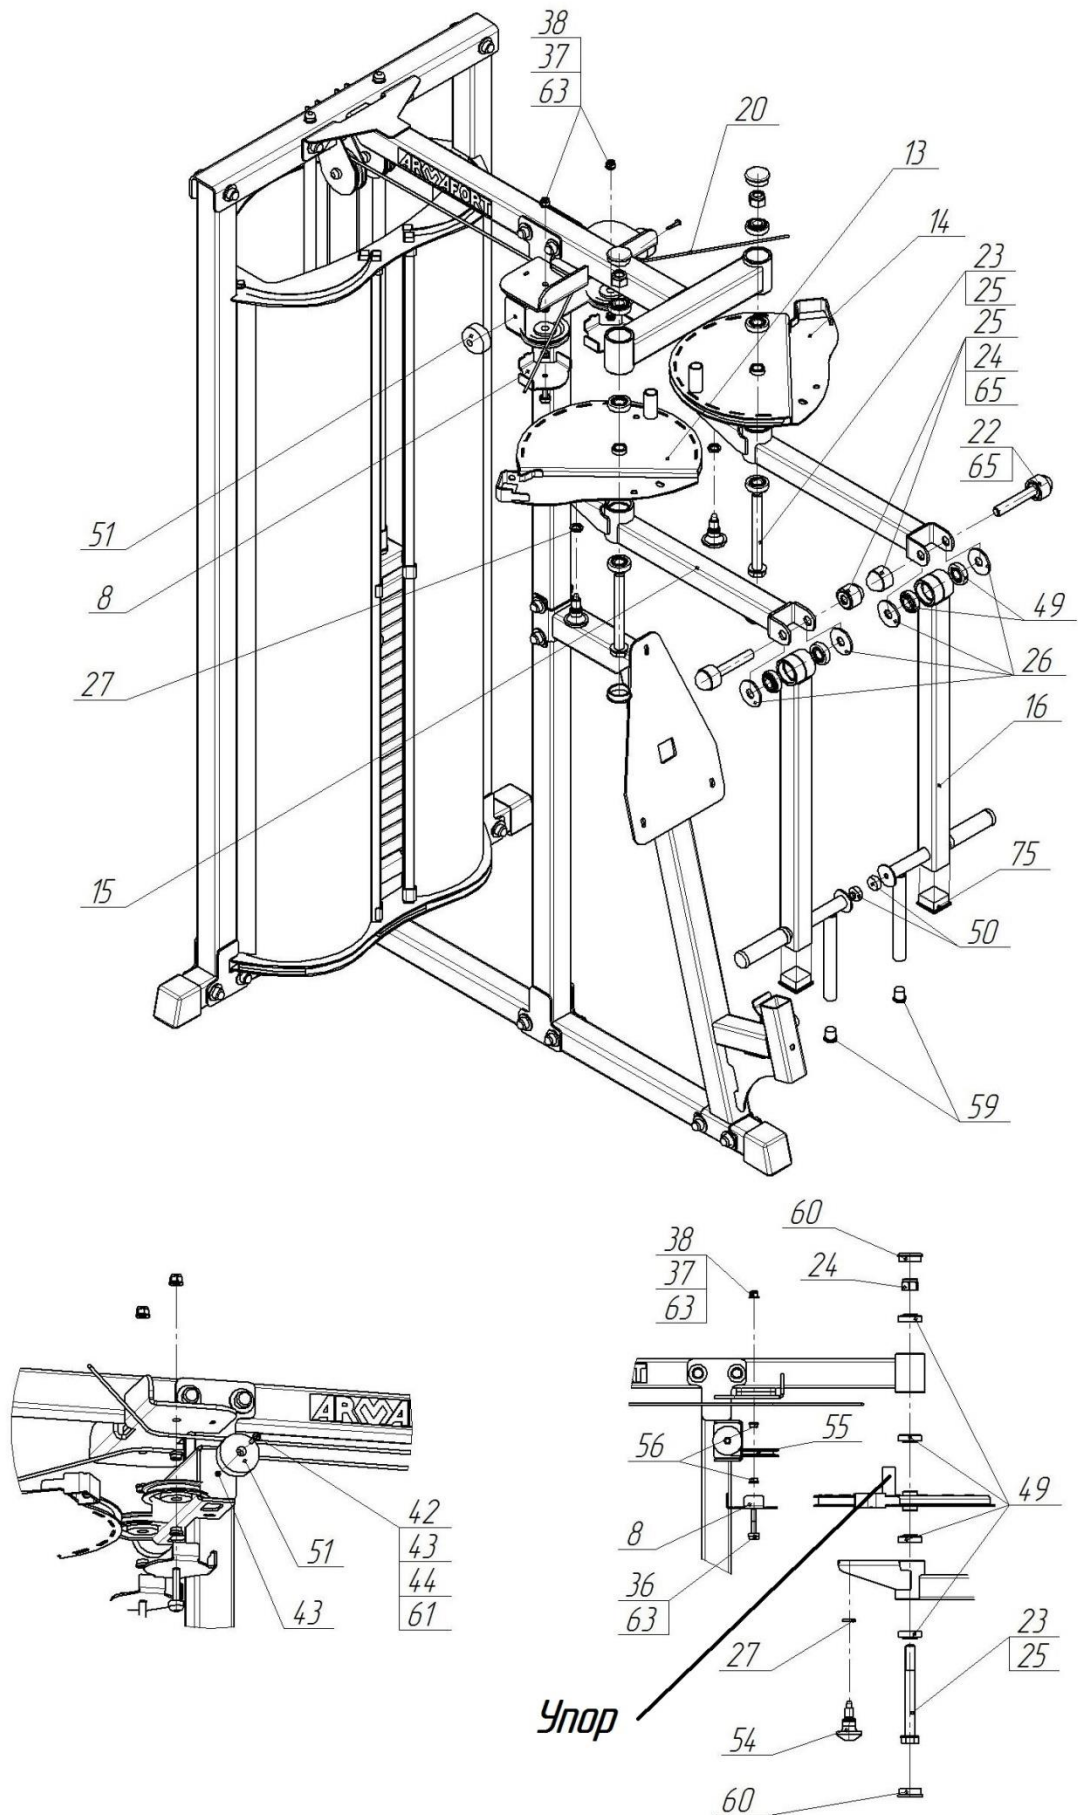
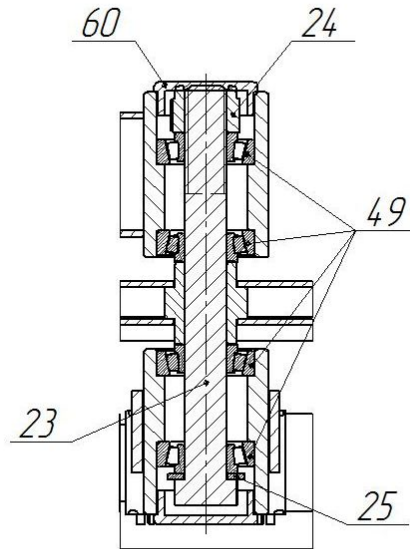

Рис.10. Схема сборки этапа №3
Рис.11. Схема сборки подшипникового узла этапа №3
2. Установите подшипник (49) с каждой стороны втулок кронштейна (7) как показано на рис.10 и рис.11. Установить кольцо подшипника с каждой стороны втулки до упора (до перехода во втулке). Кольца и обоймы устанавливаются конусами (узкой стороной) навстречу друг другу. При необходимости используйте молоток (М), забивать следует через деревянный брусок. Затем установите обойму, предварительно смазав её смазкой "Литол 24". Соблюдайте соосность.
3. Установите подшипник (49) с каждой стороны втулок на рычагах (15) аналогично пункту 1 этапа 3. Установить кольцо подшипника с каждой стороны втулки до упора (до перехода во втулку). Вставить болт М20х190 (23) с шайбой (25) как показано на рис. 10 и рис.11. Собрать подшипниковый узел состоящий из рычага (15) и ролика троса левого (13) на втулке кронштейна (7) как показано на рис.10 и рис.11. **Обратить внимание на положение упора на роликах троса (13) и (14)**. Вставить болт М20х190 (23) с шайбой (25) как показано на рис. 10 и рис.11. Затянуть, обеспечив свободный ход рычага, но без "люфта" в подшипниках, при помощи ключа размером 30мм(А). Установите заглушку внутреннюю 50.8мм (60) с обеих сторон как показано на рис.10 и рис.11, используя молоток(К), забивать следует через деревянный брусок. На рис.11 показан подшипниковый узел для сборки как левого так и правого сборочного узла. При установке левого рычага соответственно устанавливается ролик троса левый (13), на правый рычаг соответственно ролик троса правый (14)
4. На рычаги (15) установить фиксатор пружинный (54), вкрутив во втулку с резьбой, через шайбу пружинную диаметром 18 (27) как показано на рис.10. Использовать инструмент Л.
5. Вставить в ролик (55) с двух сторон втулки ролика(56). Затем установить ролик на ограничитель (8) и пропустить в ручей ролика трос (20). Вставить в отверстие болт М10 (36) рис.10. Подставить к пластине на стойке (10) таким образом, чтобы шип на ограничителе (8) попал в паз на пластине стойки, а болт попал в отверстие. С обратной стороны накрутить гайку М10 (37) с шайбой (38). Аналогично установить второй ролик. Затянуть. Использовать инструмент В. Наденьте колпачки болта М10 (63) с каждой стороны.
6. Установить отбойник круглый D60 как показано на рис.10. Вставить болт М6 (42). С обратной стороны закрутить гайку М6 (43) через шайбу (44). Надеть на гайку колпачок (61). Затянуть. Использовать инструмент Е и Ж.
7. Собрать подшипниковый узел состоящий из рычага нижнего (16), подшипников (49) и увеличенных шайб (26) как показано на рис.10. Вставить собранный узел в рычаги (15). Вставить болт М20х110 (22) с шайбой (25) как показано на рис. 10. Затянуть, обеспечив свободный ход рычага, но без "люфта" в подшипниках, при помощи ключа размером
30мм(А). Установите колпачок (65) с обеих сторон как показано на рис.10, используя молоток(М), забивать следует через деревянный брусок.
8. Установите заглушки внутренние 50x50 (75) как показано на рис.10, используя молоток(М), забивать следует через деревянный брусок.
9. Установите заглушку внутреннюю диаметром 27 (59) как показано на рис.10, используя молоток(М), забивать следует через деревянный брусок.